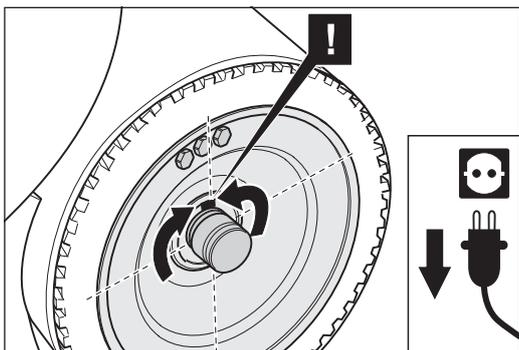

Abb. 47 Drehen der Walze, so dass die Nut nach oben zeigt und die Passfeder später nicht aus der Welle herausfallen kann.
- 6 Drehen Sie die Walze so weit, bis die Nut nach oben zeigt. Somit kann die Passfeder später nicht aus der Welle herausfallen (Abb. 47).